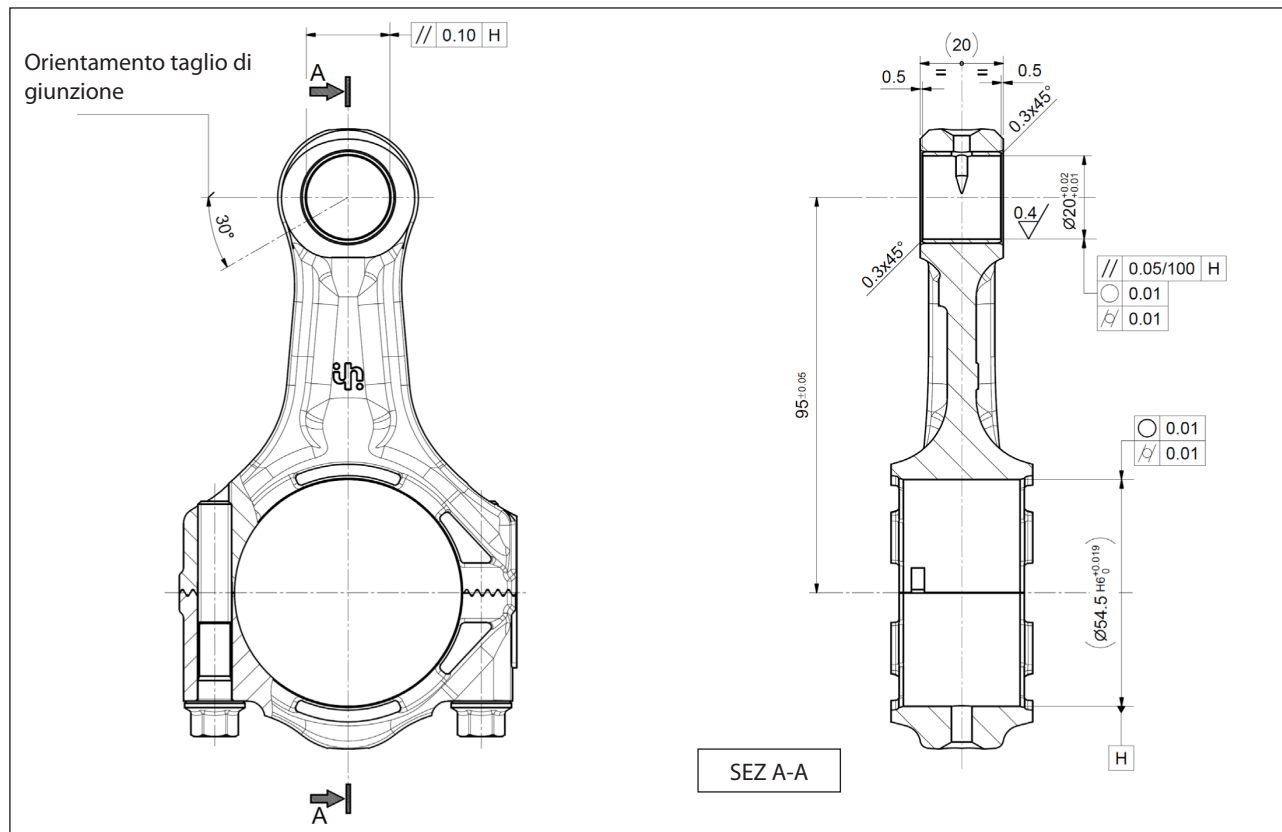

Fig. 51
- il taglio di giunzione venga orientato come indicato in Fig. 51.
Eseguire successivamente le lavorazioni meccaniche rispettando tassativamente dimensioni e tolleranze riportate in Fig. 51.